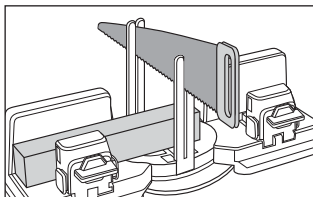

Fig. 7
- ◆ D'une main, retenez le produit fermement par un bras mobile ❶.
- ◆ Avec l'autre main, glissez la scie par le haut dans les barres de guidage ❷ (voir fig. 7).